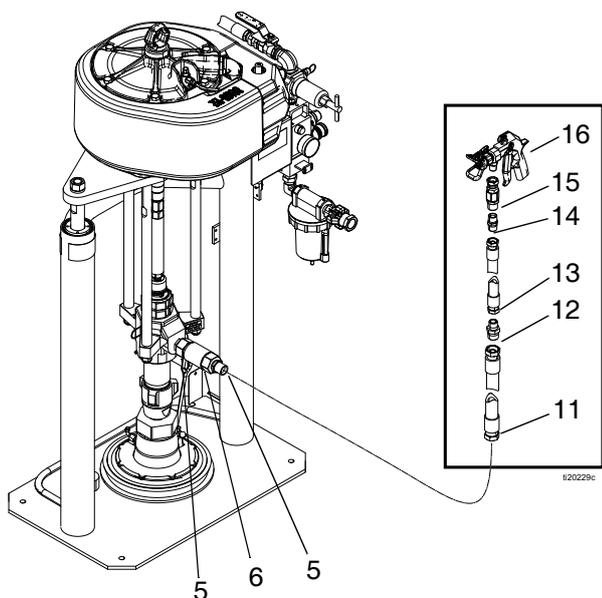

FIG. 6
REMARQUE : le kit 24P832 comprend les pièces 5, 6 et 11–16 de FIG. 6.
1. Lorsque l'on installe le kit 24P832 de tuyau de mélange et de pistolet, placer le mamelon (5), le clapet anti-retour (6) et le deuxième mamelon (5) sur la sortie de la pompe, comme indiqué sur FIG. 6.
2. Raccorder le tuyau d'air (11) fourni de 19 mm (3/4 po.) au mamelon (5). Voir FIG. 6.
3. Utiliser le mamelon réducteur (12) pour raccorder le tuyau anti-coup-de-fouet fourni de 12,7 mm (1/2 po.) (13) au tuyau (11) de 19 mm (3/4 po.).
4. Utiliser le mamelon (14) pour raccorder l'articulation (15) du pistolet au tuyau anti-coup-de-fouet (13).
5. Raccorder le pistolet (16) à l'articulation (15) du pistolet.